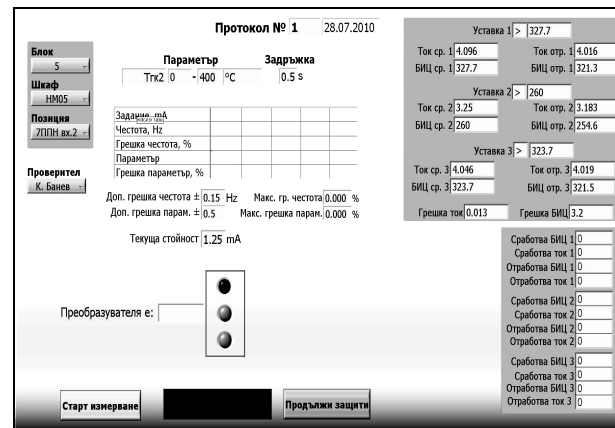

Рис. 3. Основной экран
**Основной экран приложения.** Основной экран, показанный на рис. 3, содержит следующие индикаторы и контроли: